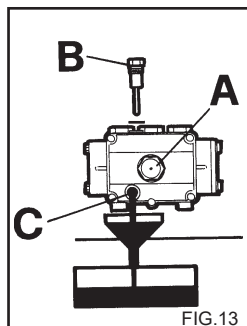

FIG.13
- 2) De tap met de oliepeilstaaf losschroeven (Fig. 13)